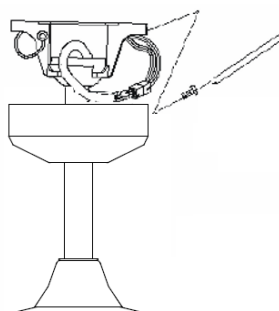

Fig. 8
- Bedek de montagebeugel met de overkapping. Zorg ervoor dat alle elektrische bedrading onder de overkapping gestopt is en dat ze niet beschadigd raken tijdens deze stap. Bevestig de overkapping aan de hangbeugel met de bijgesloten schroeven. Fig. 8.